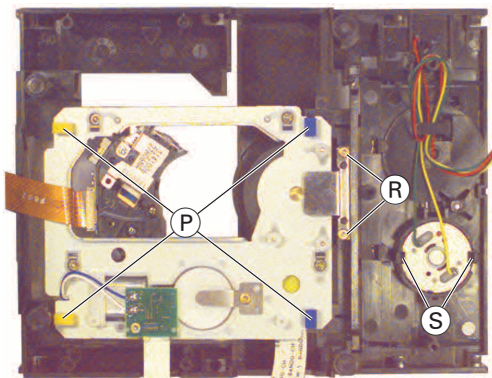

Fig. 7
- 2 Schrauben Ⓡ (Fig. 7) herausdrehen.
- 4 Gummipuffer Ⓟ (Fig. 7) aushängen und die Laufwerksmechanik herausnehmen.
- Rastnase Ⓝ und Schublade an der gekennzeichneten Stelle Ⓜ (Fig. 7) vorsichtig mit einem kleinen Schraubendreher anheben und Schublade ganz herausziehen.
- Rasthaken Ⓢ (Fig. 7) lösen und Lademotor herausnehmen.
- Undo 2 screws Ⓡ (Fig. 7).
- Unhook the 4 rubber shock-mounts Ⓟ (Fig. 7) and remove the drive mechanism.
- Remove the factory-applied protective soldering joints from the laser unit ⓘ (Fig. 7).
- Carefully lift the locking lug Ⓝ and the tray at the marked position Ⓜ (Fig. 7) with a small screw driver and pull the tray out completely.
- Disengage the Clamps Ⓢ (Fig. 7) and remove the loading motor.